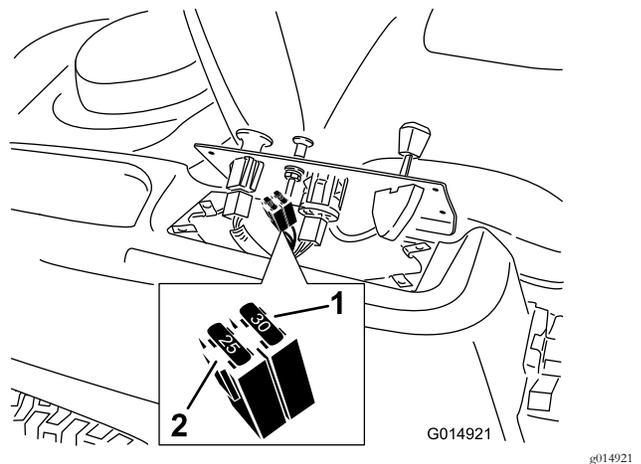

Bild 51
2. Heben Sie das Armaturenbrett an, um an den Hauptkabelbaum und den Sicherungsblock zu gelangen (Bild 51).
3. Ziehen Sie die Sicherung zum Wechseln heraus (Bild 51).